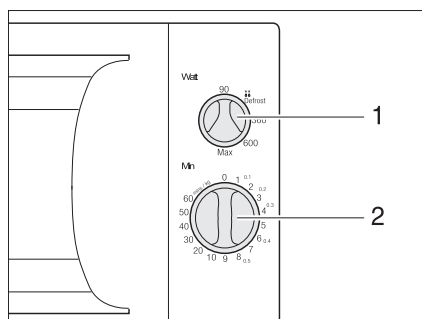

Fig. 131 Elementos de mando del horno microondas
- Seleccionar la potencia con el regulador giratorio (Fig. 131,1).
- Seleccionar el tiempo de cocinado con el regulador giratorio (Fig. 131,2). Comienza el proceso de cocinado.